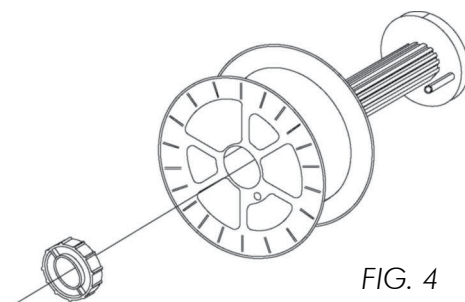

FIG. 4
- Ouvrir le logement de la bobine et dévisser l'écrou de fixation de la bobine dans l'arbre (Fig.4).